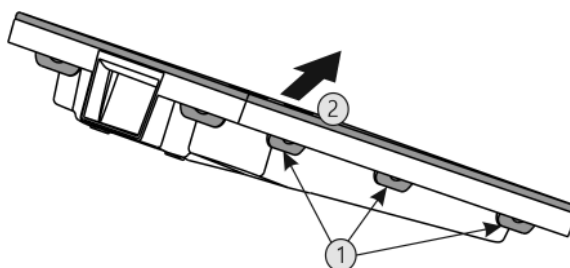

Fig. 57
- Последовательно нажать на все накладки Fig. 57 (1) и снять крышку Fig. 57 (2).